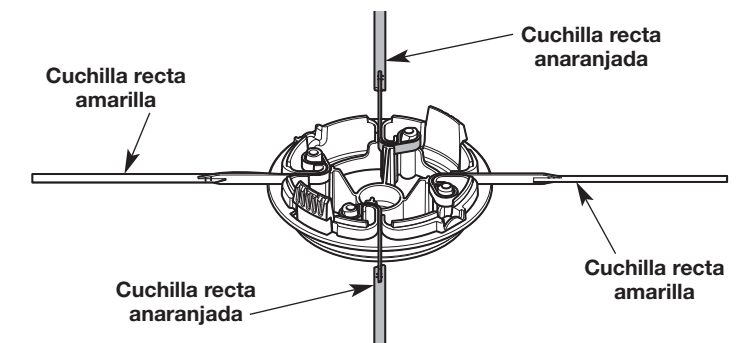

Fig. 32
6. Repita el paso 5 hasta que queden instaladas las cuatro cuchillas rectas (dos amarillas y dos anaranjadas). Alterne siempre entre cuchillas rectas amarillas y anaranjadas (Fig. 32). No instale dos cuchillas rectas del mismo color una junto a otra.